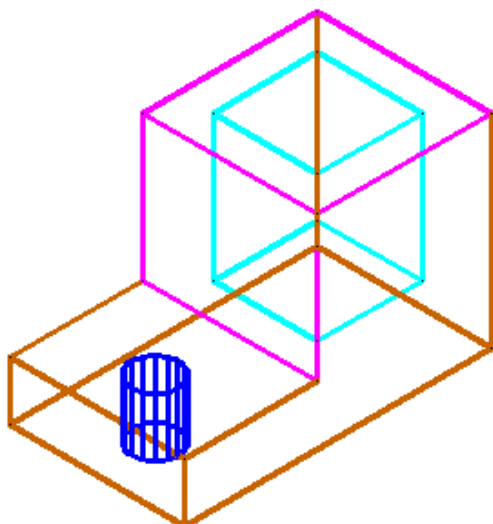

Рис. 29
- выделить построенное тело и сместить его с полочки (вида сверху) в любую сторону. В результате этих действий будет получено изображение, показанное на рис. 29;